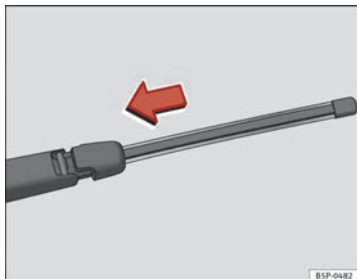

Abb. 150 Heckwischerblatt einsetzen
- Halten Sie das Wischerblatt wie in ⇒ Abb. 150 angezeigt fest und schieben Sie den Adapter so lange, bis er einrastet.